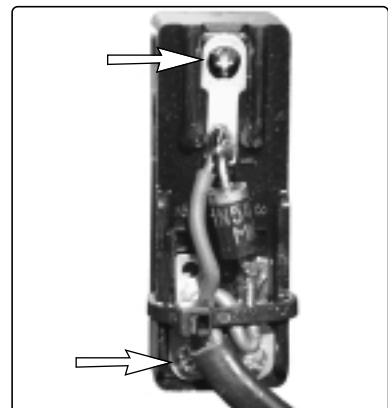

Abb. 56. Anschlüsse Sicherheitsgeber
5. Lösen Sie die Kabelanschlüsse, siehe Abb. 56. Überprüfen Sie für den anschließenden Einbau die Anordnung der Kabel.